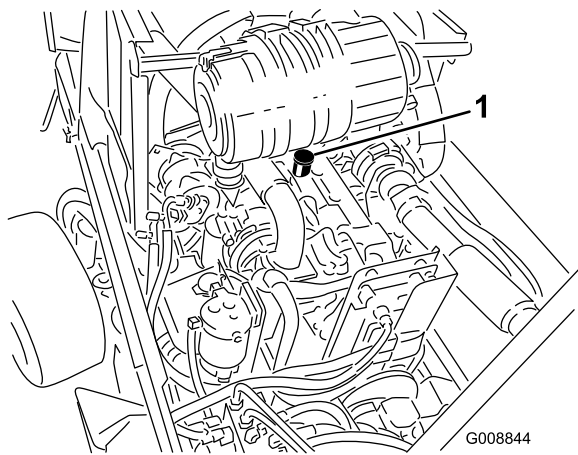

図 60
3. 不足している場合 (Low マークよりも下) は、補給管についているキャップ (図 60) を取り、Full 位置までオイルを補給する。入れすぎないこと。